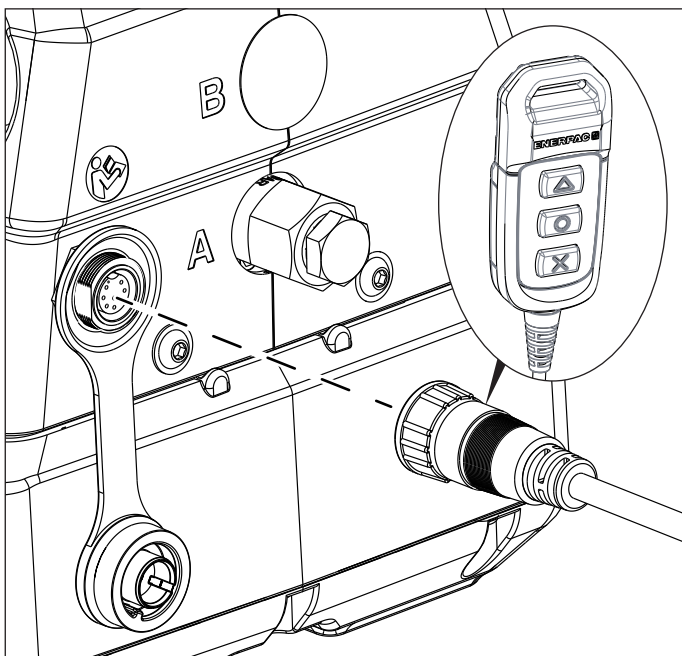

图 5: 控制手柄连接
1. 将液压泵正面对应接口处的堵塞取下，连接控制手柄的连接线。请见 图 5。